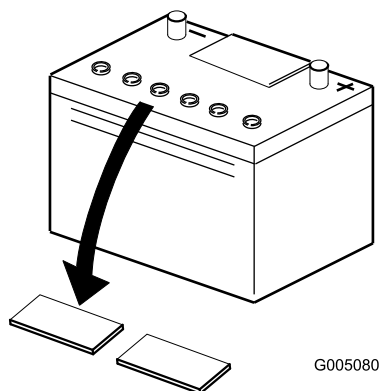

Figura 5
2. Limpe a parte superior da bateria e retire as protecções das aberturas de ventilação (Figura 5).